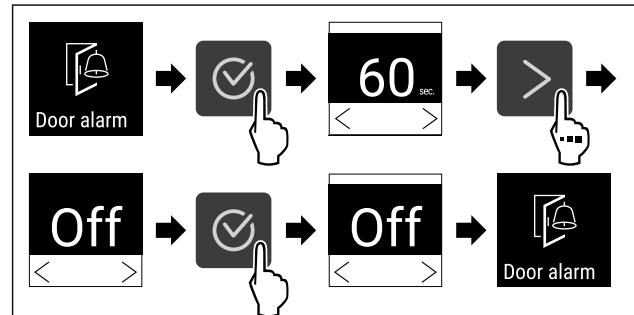

Fig. 97
- Kryeni hapat e veprimit (shihni Fig. 97) .